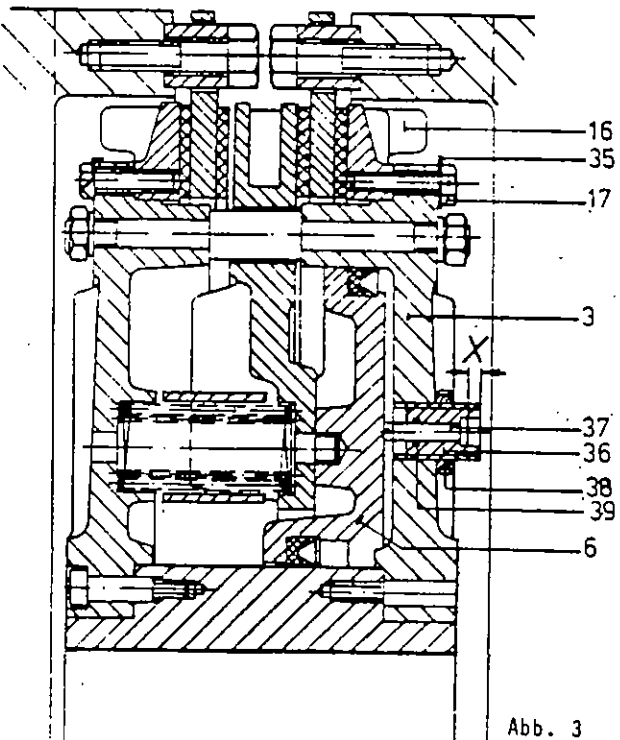

Abb. 3
le. Das wird vermieden durch zusätzliche Anordnung eines Verschleißausgleiches in Form von Füllstücken (35) in Verbindung mit einer Verschleißanzeige, wie Abb. 3 zeigt. Die Verschleißanzeige ist bei der Lieferung der Kupplungs-Bremskombination für den Neuzustand eingestellt. Nach Erreichen der Verschleißgrenze liegt der Anzeigestab (37) mit der Kante des Gewinderings (36) bündig. In diesem Zustand wird ein Verschleißausgleich an der Bremslamelle erforderlich. Hierzu Bremselüften und Schrauben (17) lösen. Füllstücke (35) herausnehmen und zwischen Anschlagscheibe (16) und Zylinder (3) einschieben. Schrauben (17) mit vorgeschriebenen Anziehdrehmoment MA (Tabelle 2) anziehen und mit Draht paarweise sichern. Nach jeder Nachstellung oder Erneuerung der Reibbeläge ist die Verschleißanzeige neu einzustellen: